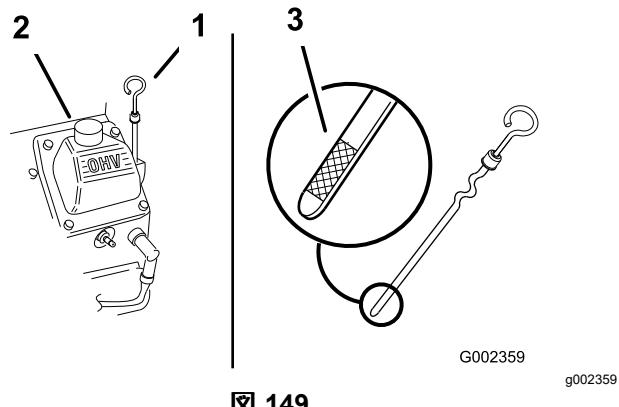

図 149
3. オイルキャップとディップスティック周辺をきれいに拭く**図 149**。